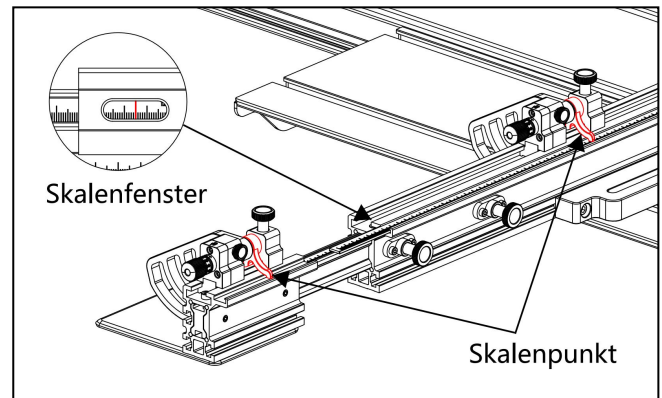

Abb. 17
13. Installieren Sie die Flip-Stop-Montage gemäß Abbildung 17. Verriegeln Sie den Flip-Stop in jeder Position am Anschlag, messen Sie den tatsächlichen Abstand zwischen dem Flip-Stop und dem Sägeblatt. Bewegen Sie dann die Skala manuell, um sicherzustellen, dass die Position des Skalenpunktes oder die Anzeige des Skalenfensters mit dem tatsächlichen Abstand übereinstimmt. (Wenn die Flip-Stop-Montage am Verlängerungsanschlagn installiert ist, lesen Sie durch das Skalenfenster.)